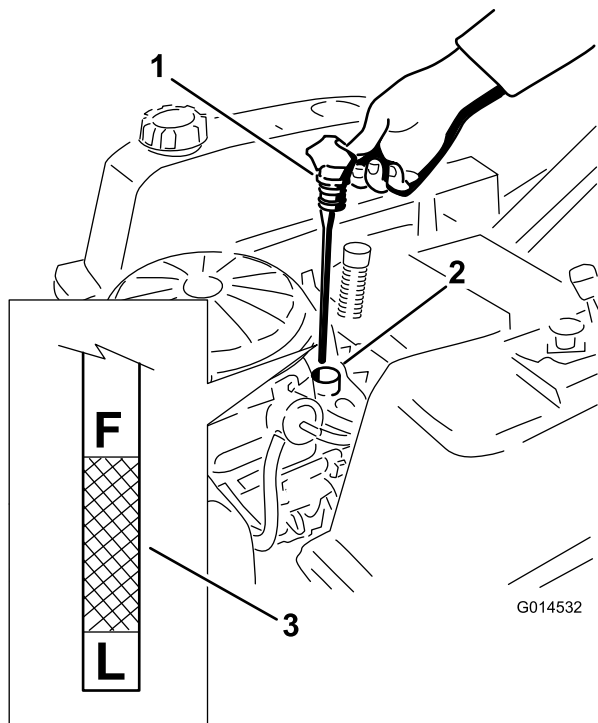
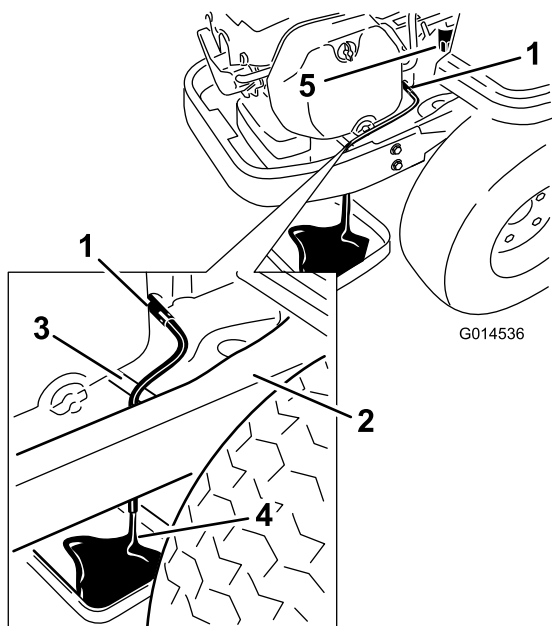

Figura 30
Figura 32
4. Tirate e rimuovete il tappo dell'olio/l'asta di livello; rimuovete l'olio. Reinserite l'asta di livello e premete con forza in sede (Figura 30).
5. Rimuovete l'asta e controllate il livello dell'olio. (Figura 30).
- Collocate un vassoio raccoglitore sotto la macchina in coincidenza con il tubo di spurgo come illustrato nella Figura 32.
- Girate la valvola di spurgo di 1/4 di giro in senso antiorario per aprirla e lasciate defluire l'olio (Figura 32). Togliete il tappo/asta del rabbocco dell'olio (Figura 30).
- Rimuovete il vecchio filtro e pulite lo spessore di montaggio (Figura 32).
- Quando l'olio è defluito completamente, chiudete la valvola di spurgo dell'olio. Rimuovete il tubo di spurgo dell'olio e tergete l'olio superfluo presente sul telaio (Figura 32).
- Versate lentamente nel tubo di rifornimento (Figura 30) l'80% circa dell'olio indicato.
- Montate il tappo dell'olio e l'asta di livello e spingete saldamente in sede (Figura 30).
- Controllate il livello dell'olio (Figura 30); vedere Controllo del livello dell'olio.